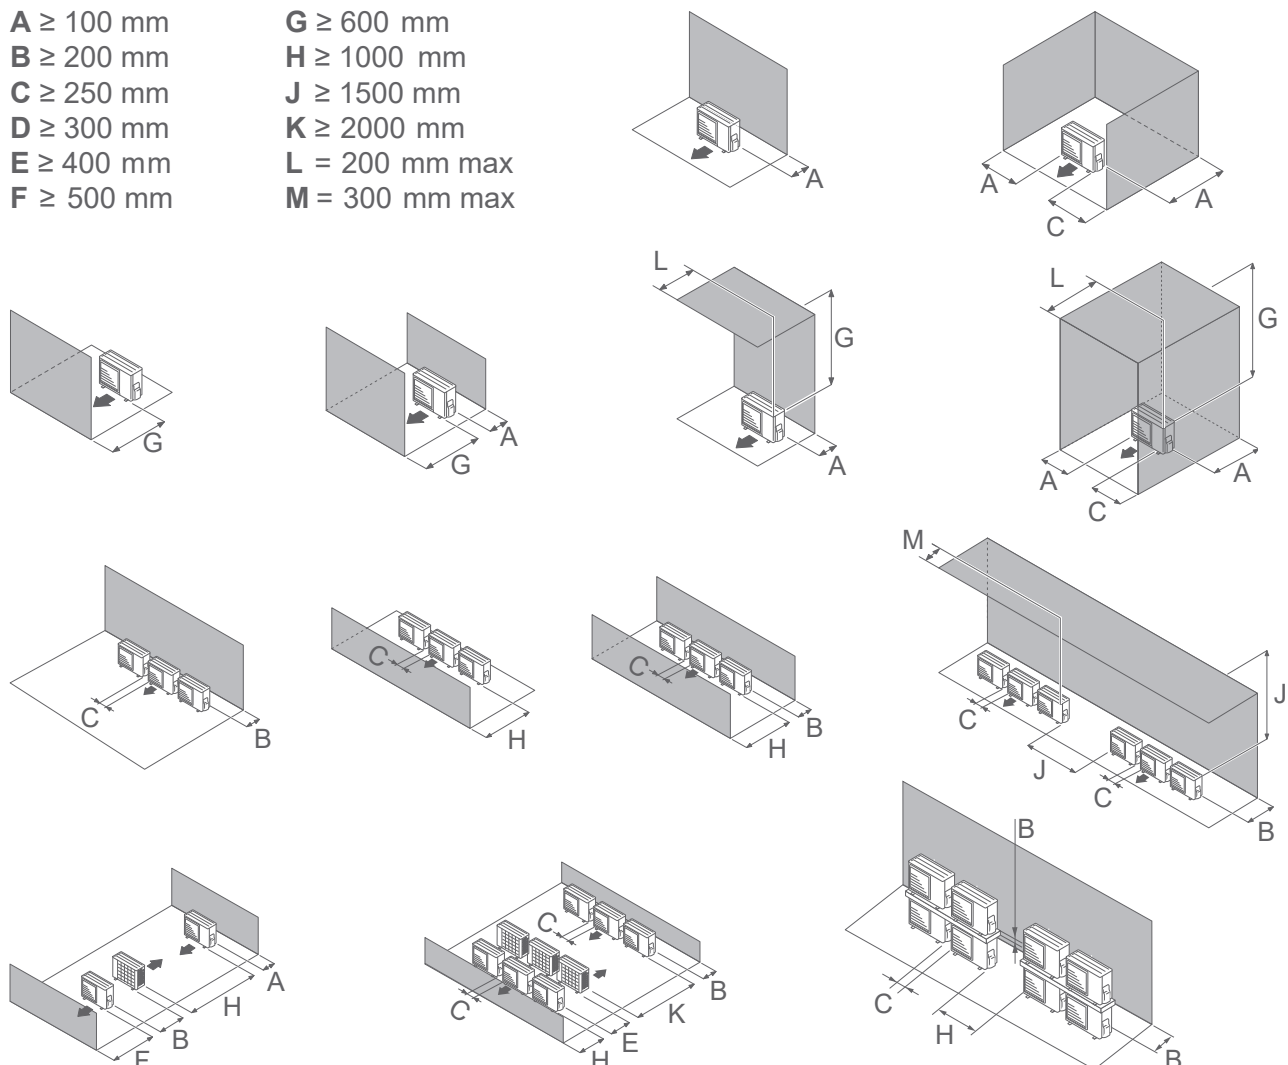

fig. 10 - Dégagements minimum d'installation autour de l'unité extérieure
- Aucun obstacle ne doit entraver la circulation de l'air à travers l'évaporateur et en sortie du ventilateur (fig. 10).